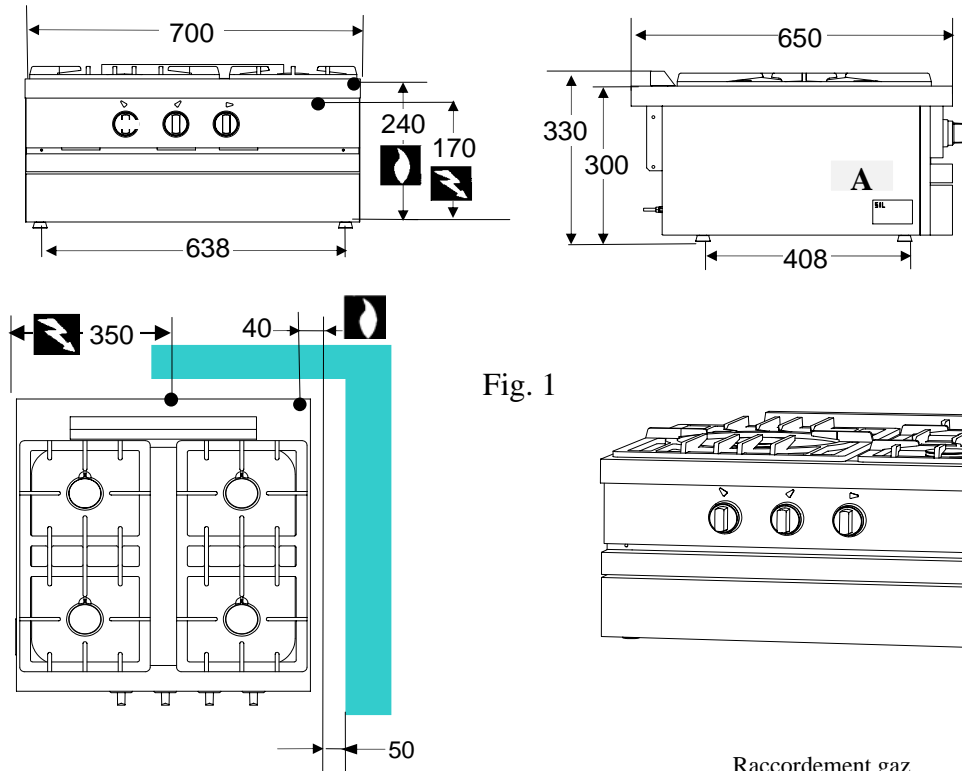

Fig. 1
- (FR)** - Le parfait état de propreté des canalisations, afin d'éviter l'obstruction des injecteurs et le dysfonctionnement des têtes magnétiques. Le gaz pour lequel l'appareil à été réglé : plaquette signalétique (A fig. 1) et marquage. La compatibilité de la section des canalisations d'alimentation avec la puissance de l'appareil (suivant fiche technique). La conformité du débit d'air neuf (voir tableau 1).
(GB) - Pipework is perfectly clean in order to prevent the injectors becoming blocked and malfunctioning of the magnetic heads. The gas for which the appliance was set up: rating plate (A fig. 1) and markings. Cross-sectional area of gas supply pipework is compatible with the appliance's thermal output (as per technical data sheet). Correct fresh air flowrate (See table 1).
(NL) - Of de buisleidingen volkomen schoon zijn, om verstopping van de injectors en storingen in de werking van de magneetkoppen te voorkomen. Voor welk soort gas het apparaat is ingesteld: zie konstruktieplaatje (A fig. 1) en markering. Of de doorsnede van de toevoerbuizen afgestemd is op het vermogen van het apparaat (zie technische gegevens sheet van het apparaat). Juiste doorvoerhoeveelheid verse lucht (zien tabel 1).
- (FR)** Raccord femelle Ø 15/21, filetage 1/2" gaz (fig. 1). L'arrivée de gaz n'est pas réversible.
(GB) Female coupling Ø 15/21, 1/2" gas thread (fig. 1). The gas supply connection is non-reversible as supplied.
(NL) Vrl. koppeling Ø 15/21, schroefdraad 1/2" gas (fig. 1). De gasaansluiting wordt niet-omkeerbaar geleverd.